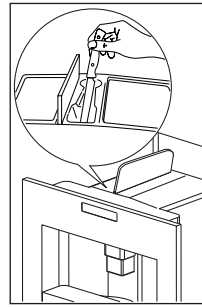

Abb. 28
- ▶ Überprüfen Sie regelmäßig (etwa einmal monatlich), ob der Pulverschacht für vorgemahlene Kaffee verstopft ist (Abb. 28).